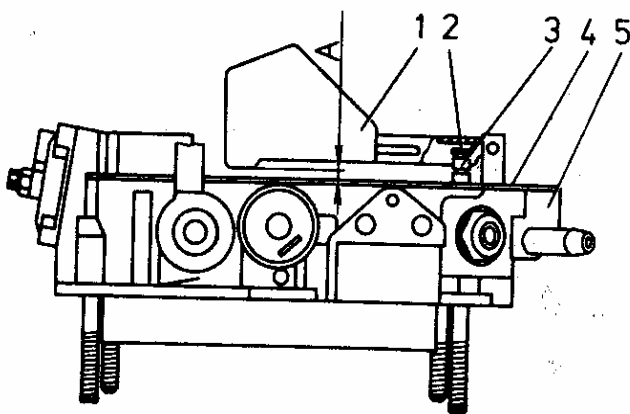

Fig. 79. Instalación del nivel del combustible en el carburador "Solex": 1 - flotador; 2- lengüeta; 3- válvula de aguja; 4 junta; 5- tapa del carburador
1. El nivel de la gasolina en el carburador se comprueba midiendo la holgura " A " (fig. 79) entre la junta 4 y flotadores 1, que debe ser igual a (2 ± 1) mm.